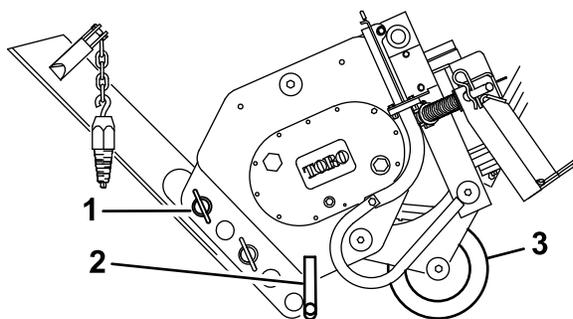

图 4
- 向上旋转刀片并使用保险销和柱销固定如图 4 所示。
- 向前倾斜犁并将其降到地面或拖车上用支架和犁刀支撑犁的重量图 4。
3. 向上旋转刀片并使用保险销和柱销固定如图 4 所示。